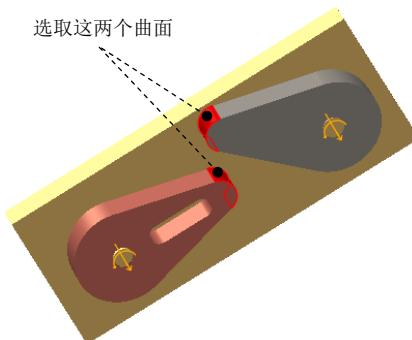

图 7.4.11 选取定义对象
(2) 选取定义对象。在机构中选取图 7.4.11 所示的曲面为定义对象。